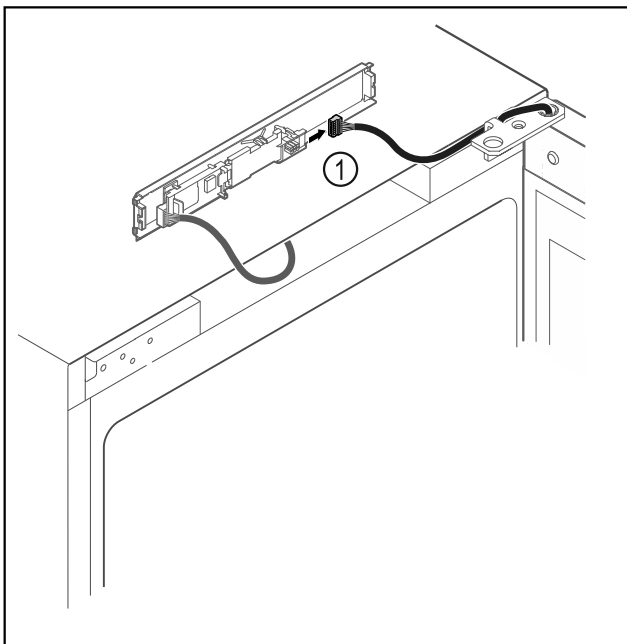

Fig. 13
- ▶ Desenchufar el conector Fig. 13 (1) de la platina.